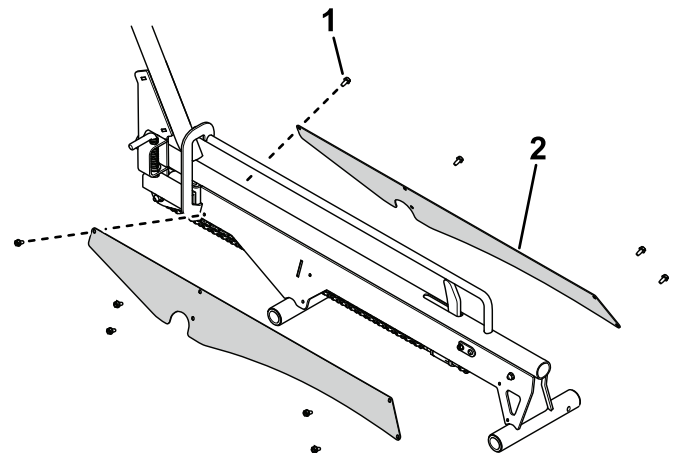

**Figura 7**
9. Utilice un eslabón de la cadena para conectar la cadena al conjunto de la rampa (Figura 7).